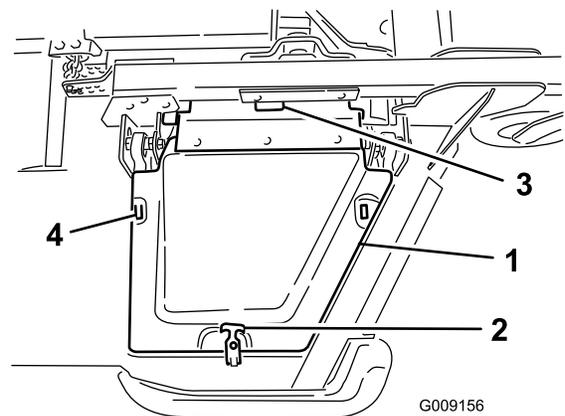

Bild 6
8. Montieren Sie die Flügelmäherwerkabdeckung und befestigen sie mit dem abgenommenen Gummiverschluss (**Bild 6**).